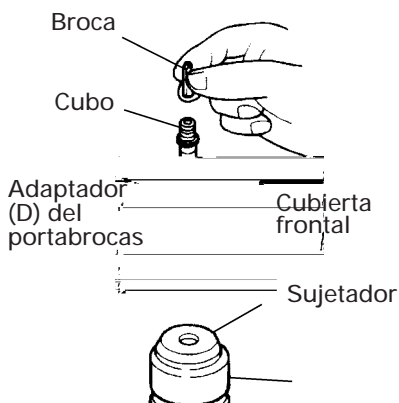

Fig. 15
4. Cuando coloque tornillos para metal (Fig. 15)
- No intente usar el taladro de percusión en el modo de rotación y golpeteo con el adaptador del portabrocas (D) y la broca instalados.
5. Atornillando tornillos para madera (Fig. 15)